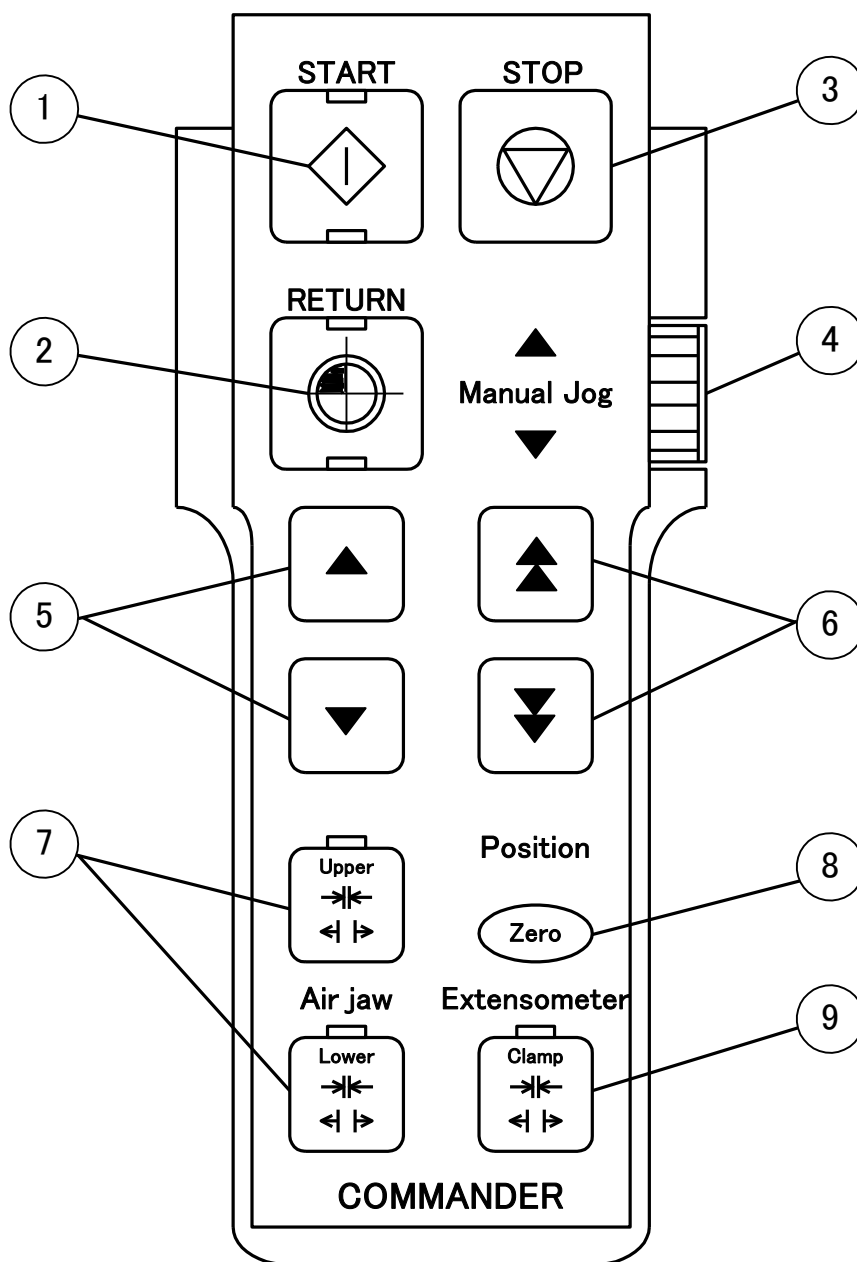

Рис. 3-3. Компактный пульт управления COMMANDER (вид спереди)
**Компактный пульт управления COMMANDER (Рис. 3-3).**